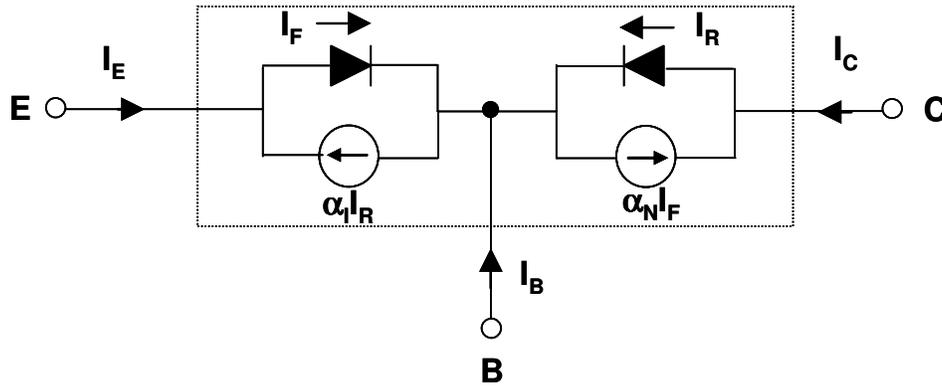

Figure 3
Le transistor bipolaire est habituellement décrit à partir du modèle d'Ebers-Moll. Dans sa forme la plus simple, ce modèle conduit au schéma équivalent représenté sur la figure 3.
- 1) En utilisant les conventions de signe de la figure 3, montrer que les courants émetteur et collecteur I_E et I_C s'expriment selon les relations :